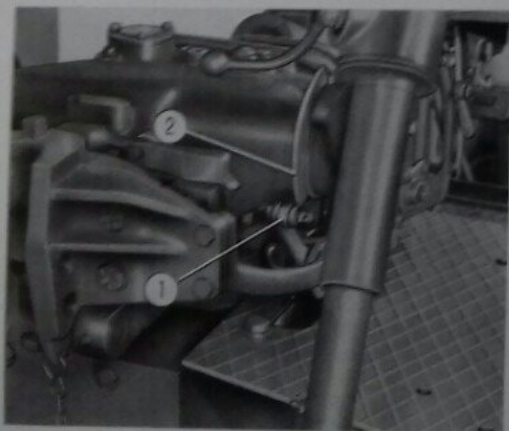

Fig. 52. - Registrazione del campo d'intervento dello sforzo controllato.
- a) Con la leva comando sollevatore completamente abbassata i bracci si sollevassero, occorrerà ridurre la distanza tra il rullo di reazione (1, fig. 52) e la relativa camma. Questa regolazione si esegue agendo sul perno eccentrico del rullo.